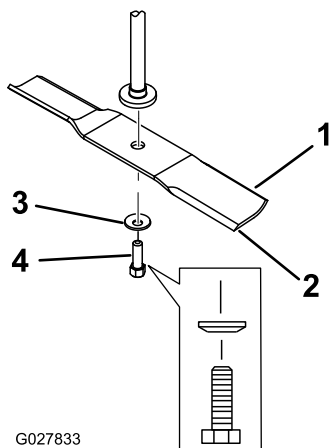

Figure 54
2. Enlevez de l'axe, le boulon, la rondelle bombée et la lame (Figure 54).
1. Placez la lame sur l'axe (Figure 54).
2. Montez la rondelle bombée (face concave vers la lame) et le boulon de lame (Figure 54).